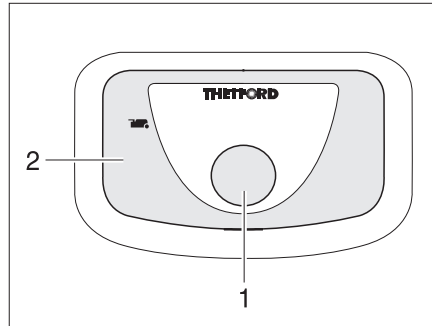

Fig. 146 Bouton pour la chasse d'eau/
- Pour actionner la chasse d'eau, appuyer sur le bouton bleu (Fig. 146,1).
Le voyant de contrôle (Fig. 146,2) s'allume lorsque la cassette Thetford doit être vidée.